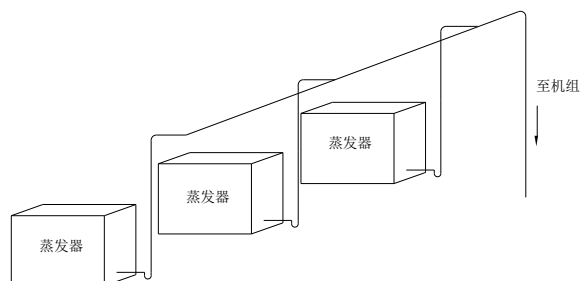

图 2
- ③ 当吸气管道从蒸发器上部布管时，应在每一组的蒸发器吸气管道上设置一个 U 型弯；（见图 2）